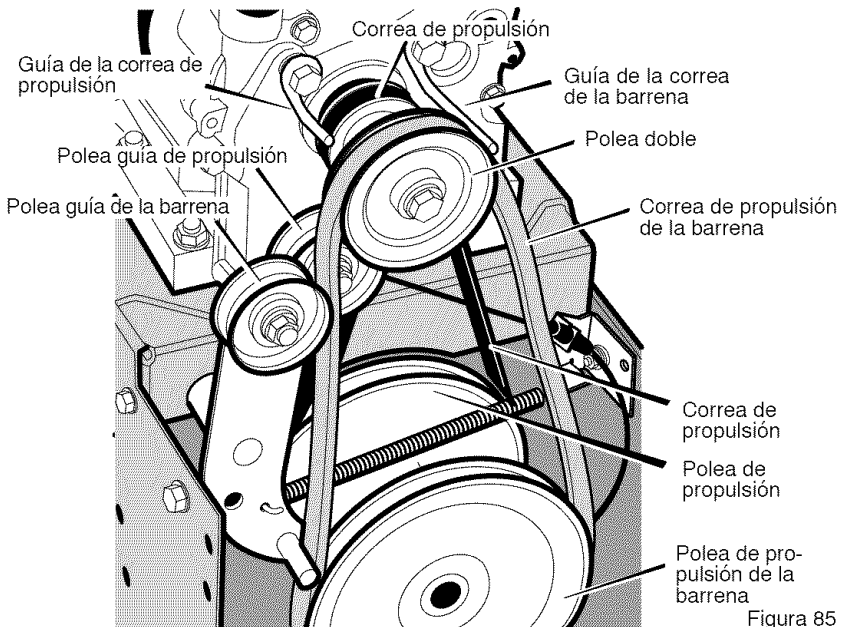

Figura 85
4. Afloje la tuerca de la polea guía de propulsión y mueva esta última hacia la correa un octavo de pulgada aproximadamente (3 mm) (Figura 85).
3. Afloje la tuerca de la polea guía de la barrena y mueva esta última hacia la correa un octavo de pulgada aproximadamente (3 mm) (Figura 85).
5. Afloje la **guía de la correa de la barrena**. Separe la **guía de la polea de propulsión de la barrena** (Figura 85).
9. Quite la antigua **correa del propulsor de la barrena** de la **polea del propulsor de la barrena**. Cambie la **correa del propulsor de la barrena** por una correa de repuesto original de fábrica disponible en un centro de servicio autorizado (Figura 85).
4. Afloje la tuerca de la **polea guía de propulsión** (vea la Figura 85). Separe la **polea** lo más que pueda de la **correa de propulsión**, luego apriete la tuerca de la **polea**.